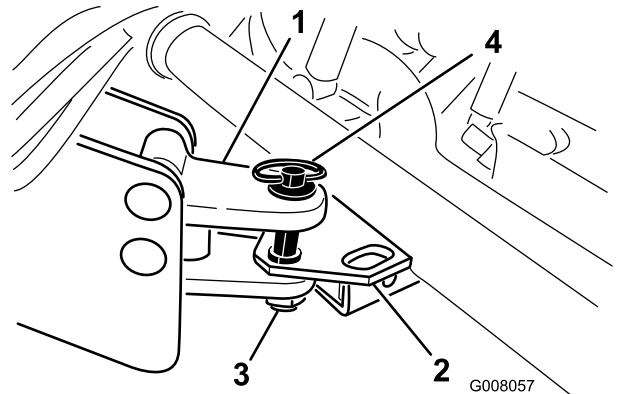

图18
2. 将处理机拖挂牵引杆调节到与工作车挂钩相同的高度 图18。
3. 用挂钩销和保险销将处理机挂钩连接到工作车挂钩上 图18。